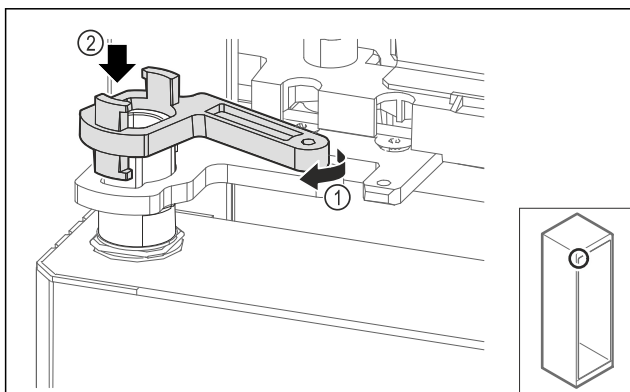

Fig. 70
- ▶ Pöörake veidi laagripuki lukustust Fig. 70 (1) ja pange hülssile Fig. 70 (2).